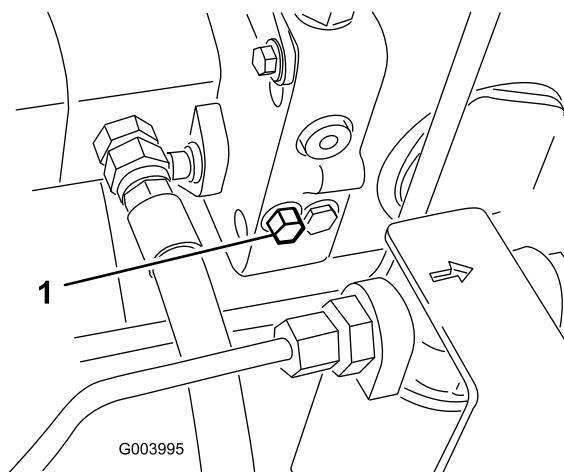

图40
1. 旁通阀位于静液泵的左侧（图40）。将螺栓旋转 1-1/2 圈，打开旁通阀并允许油在内部分流。由于液体被分流，机器可以缓慢移动，而不会损坏传动装置。